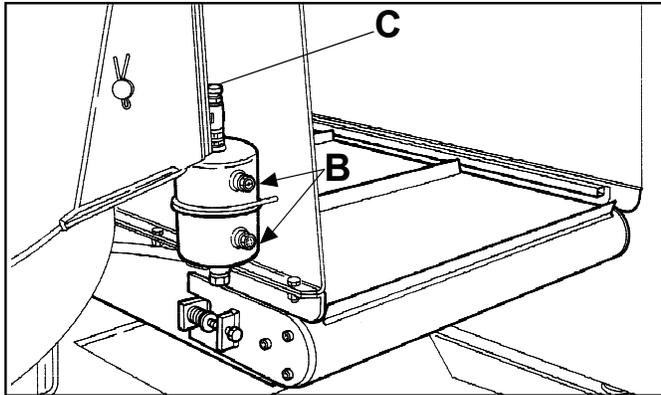

FIG. 46
Contrôler le niveau d'huile à l'aide des voyants (B - Fig. 46) dans le réducteur de la transmission. En cas de remplacement ou de débordement, enlever le bouchon (C) et effectuer le remplissage. (Voir chapitre REMPLISSAGE DE L'HUILE DANS LE RÉDUCTEUR).